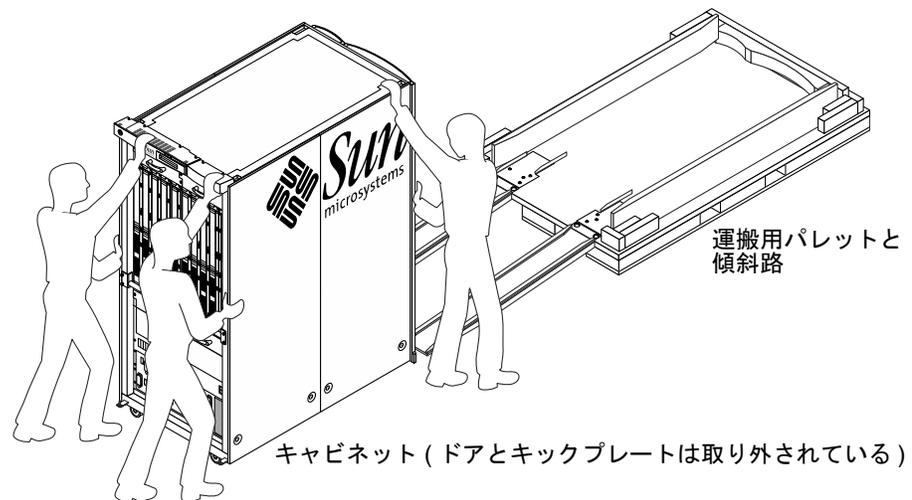

図 6-3 パレットデッキに取り付けられた傾斜路
- b. 2つの傾斜路の前縁にキャビネットのキャスターを合わせます (図 6-3)。